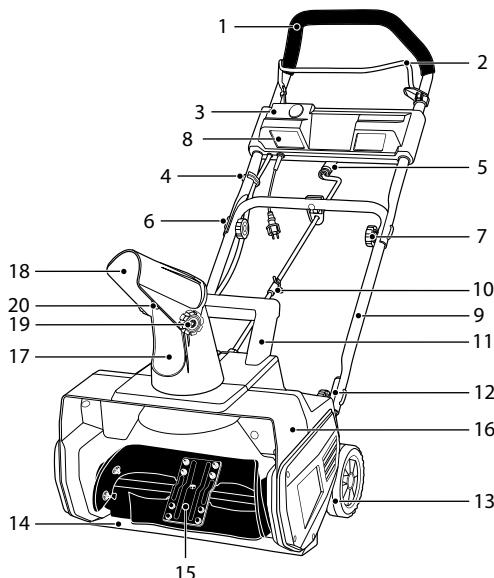

рис. 1
Установите фиксаторы шнура питания (4) на среднюю стойку (9) и верхнюю рукоятку (1). Закрепите шнур питания в фиксаторах, убедившись в достаточном провисании шнура (рис. 1).